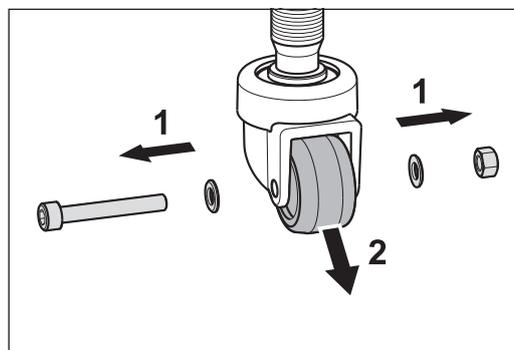

Abb. 68 Die Schraube, die Scheiben und die Mutter entfernen (1) und das Laufrad aus der Radgabel ziehen (2).
- 2 Entfernen Sie von der Radgabel die Schraube mit den Scheiben und der Mutter (Abb. 68, 1).
- 3 Ziehen Sie das Laufrad aus der Radgabel (Abb. 68, 2)